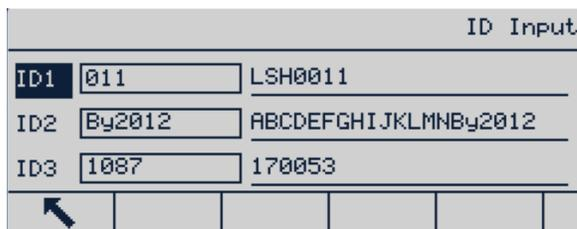

Abbildung 3-47: ID-Eingabebildschirm
7. Wenn jetzt im ID-Eingabebildschirm ein Indexwert für ID1, ID2 oder ID3 eingegeben wird, erscheint automatisch die entsprechende ID-Beschreibung (siehe Abbildung 3-47).